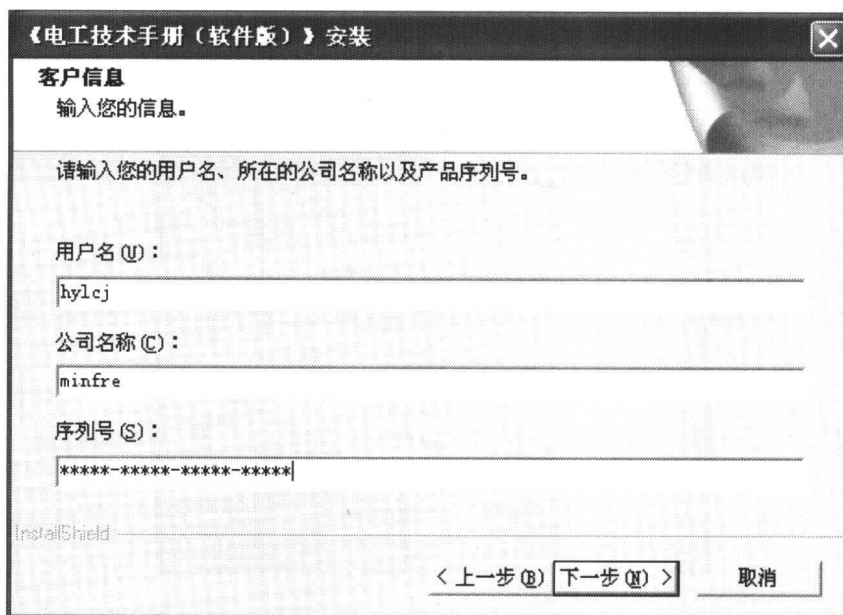

图 1-4 客户信息界面
(5) 进入如图 1-4 所示的客户信息界面。在您输入相关信息及序列号，并仔细检查序列号无误后，单击“下一步”按钮。